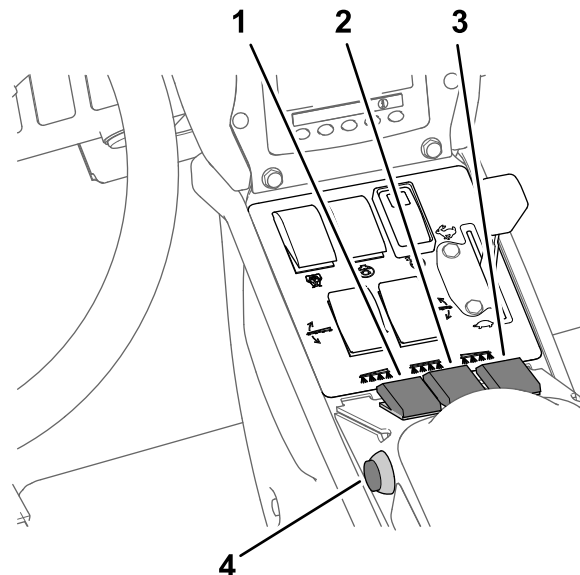

Figura 44
7. Coloque os interruptores de secção do pulverizador na posição LIGAR (Figura 44).
10. Conduza à velocidade pretendida e, em seguida, coloque o interruptor da secção principal na posição LIGAR para iniciar a pulverização (Figura 44).
3. Defina o interruptor da secção principal para a posição DESLIGAR; consulte Figura 44 em Pulverização no Modo de taxa de aplicação \(página 38\).
7. Coloque os interruptores de secção individual, conforme necessário, na posição LIGAR; consulte Figura 44 em Pulverização no Modo de taxa de aplicação \(página 38\).
9. Conduza à velocidade pretendida e, em seguida, coloque o interruptor da secção principal na posição LIGAR para iniciar a pulverização; consulte Figura 44 em Pulverização no Modo de taxa de aplicação \(página 38\).